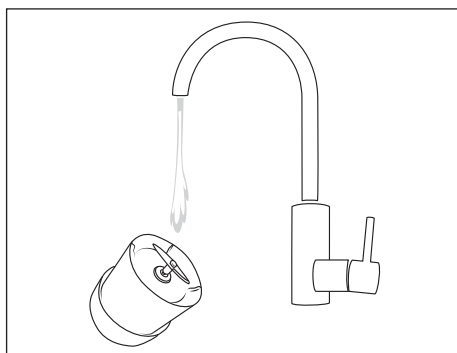

Fig. 2
- ◆ Limpe a tampa ❶ e a fita de pulso ❷ com um pano húmido. Aplique um detergente neutro no pano e seque com água limpa. Deixe secar completamente antes de guardar o aparelho ou voltar a utilizá-lo.
- ◆ Para remover sujidade ligeira, encha o copo misturador ❷ até à marcação MAX com água morna e uma gota de detergente da loiça. Deixe o aparelho funcionar durante aprox. 30 segundos, conforme descrito no capítulo **11. Utilização**. Em seguida, desenrosque a tampa ❶ e deite fora a água com detergente que está no copo misturador ❷.
- ◆ Lave cuidadosamente a lâmina em cruz ❸ com água corrente, se necessário utilizando uma escova para loiça. Certifique-se de que não entra água na tampa ❶ e não a mergulhe em água! Incline o aparelho de modo que a água apenas caia sobre a lâmina em cruz ❸ (ver fig. 2).